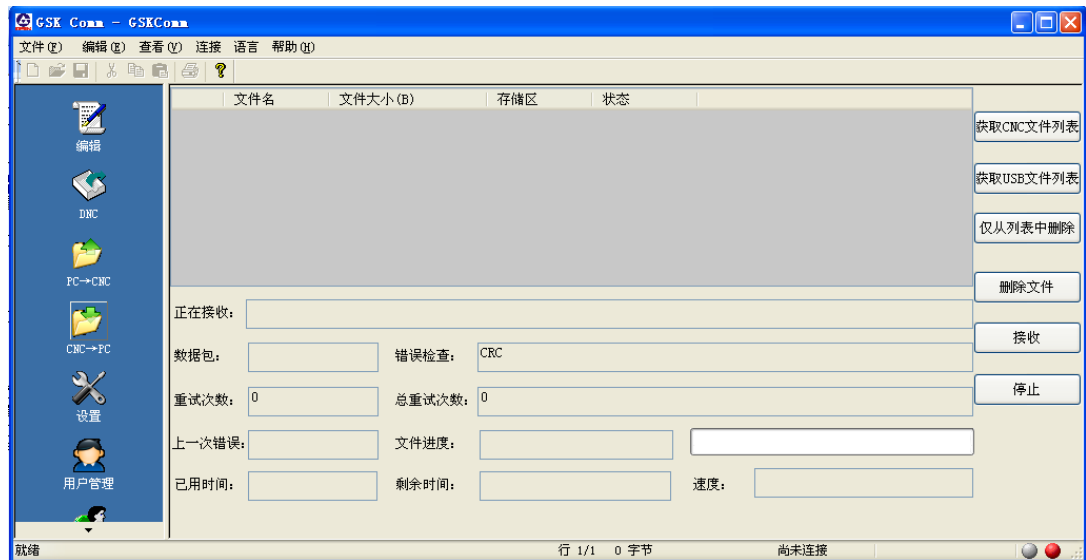

图 11-2-2-4
2、点击 获取CNC文件列表 按钮，获取 CNC 端文件列表，如图 11-2-2-5。